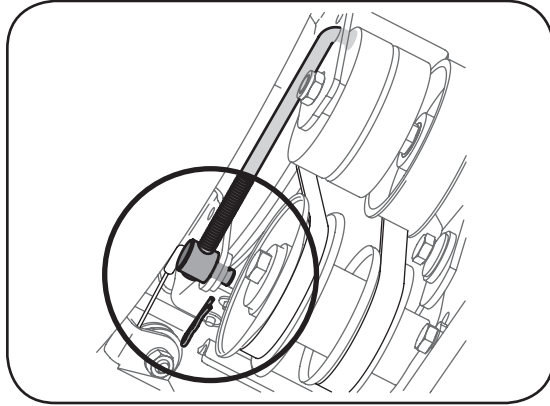

Figure 6-6
- Retirez la goupille fendue et la rondelle plate de la vis pour décaler la tige de tension de la tarière du support du frein, comme à la Figure 6-6.